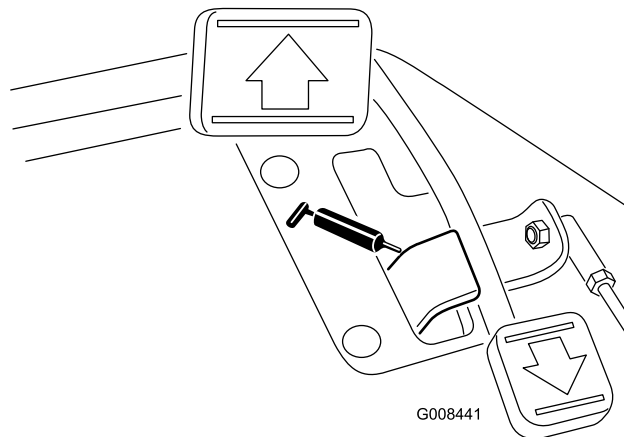

Figura 31
- Perno del pedale della trazione (Figura 31)